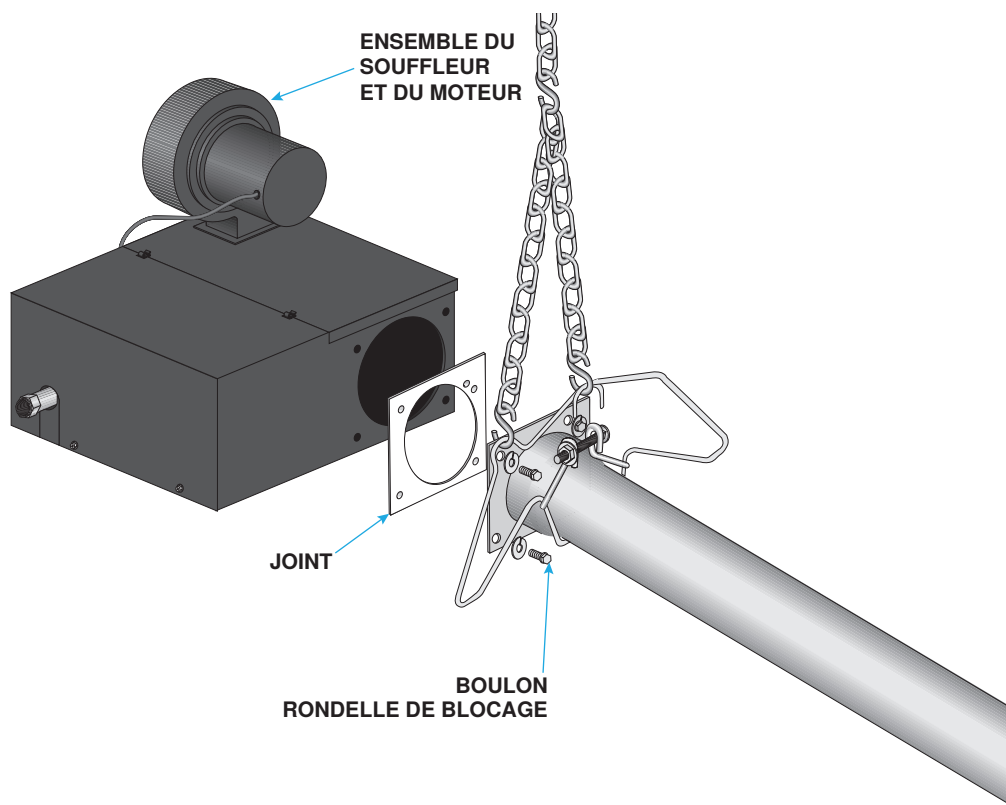

Figure 17. Connexion de l'armoire du brûleur et de l'ensemble de tubes (modèle VZ illustré)
4. Pour les modèles VZ et VZT, installez l'ensemble souffleur et moteur sur le dessus de l'armoire du brûleur, comme illustré à la Figure 17 :
5. Suspendez l'armoire du brûleur conformément aux étapes 1 et 2 et connectez-la à l'ensemble de tubes à l'aide du joint, des boulons et des rondelles de blocage, comme illustré à la Figure 17. Serrez les boulons à un couple de 120 pouces-livres. Pour le modèle VZH, connectez le crochet en S supplémentaire et le matériel de suspension au support de suspension sur l'armoire du brûleur.